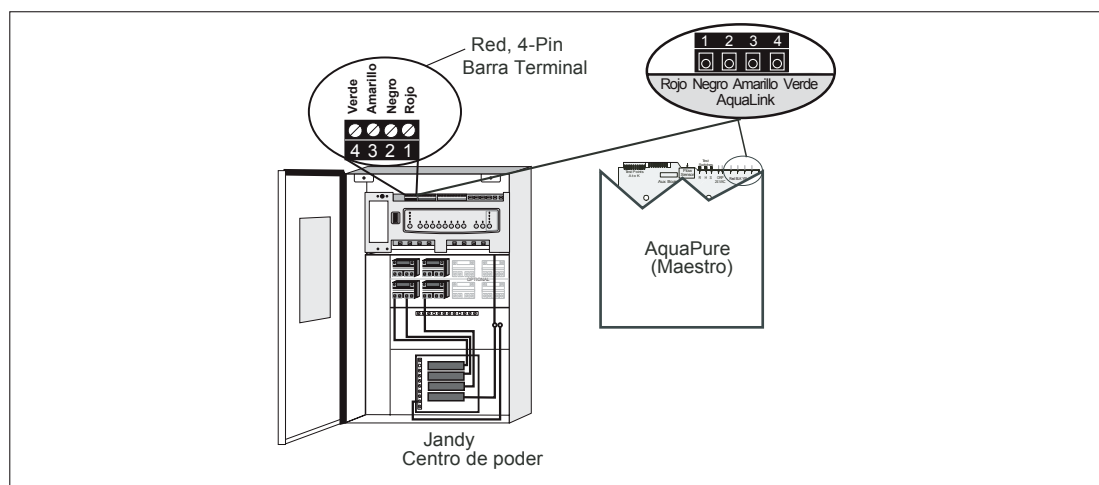

Figura 12. Cableando un AquaPure a un sistema de control de red de AquaLink RS
El Jandy AquaLink RS y AquaPure usan una conexión de cuatro (4) cables para comunicarse y pueden estar cableados hasta a 500 pies (150 m) de distancia. Cualquier cable conductor de cuatro (4) cables para exteriores, mínimo de calibre 22 AWG, puede ser usado. Localice las terminales para atornillar apropiadas en el panel de circuito según la Figura 12. Conecte eléctricamente el AquaPure de la barra terminal roja de 4 pines a la barra terminal roja de 4 pines del AquaLink RS (vea Figura 12).
IMPORTANTE Conecte los cables a las terminales para atornillar numeradas en ambos el AquaPure y AquaLink RS tal como se muestra en la Figura 12.